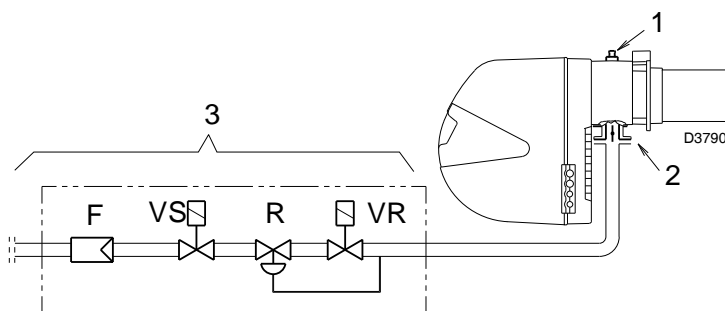

Fig. 40
Gasdruck gemessen an Anschluss 1)(Abb. 40), mit:
Strömungsverlust Gasdrossel 2)(Abb. 40) bei maximaler Öffnung: 90°.
Strömungsverlust Armatur 3)(Abb. 40) bestehend aus: Regelventil VR, Sicherheitsventil VS (beide bei maximaler Öffnung), Druckregler R, Filter F.
- Vom Gasdruck an der Entnahmestelle 1)(Abb. 40) den Druck in der Brennkammer abziehen.
- Gasdruck an der Entnahmestelle 1)(Abb. 40) = 7,4 mbar
Zur Ermittlung des für den an der Entnahmestelle 1)(Abb. 40) erforderlichen Gasdrucks, nachdem die gewünschte Leistung des Brenners festgelegt wurde:
- Rechts, in Spalte 1, den Druck an der Entnahmestelle 1)(Abb. 40) ablesen.
erforderlicher Druck an der Entnahmestelle 1)(Abb. 40).